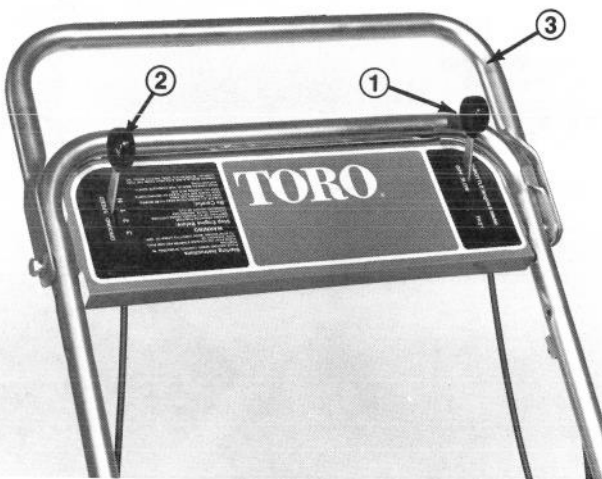

Abb. 6
Drosselkontrolle (Abb. 6) – Mit der Drosselkontrolle wird der Motor gestoppt und die Geschwindigkeit des Messers kontrolliert. Bewegt man die Drossel nach vorne, erhöht sich die Motorgeschwindigkeit, zieht man sie nach hinten, vermindert sich die Motorgeschwindigkeit.
Geschwindigkeitskontrolle (Abb. 6) – Die Geschwindigkeitskontrolle hat vier Positionen: NEUTRAL (oder Leerlauf) (N), NIEDRIG (1), MITTEL